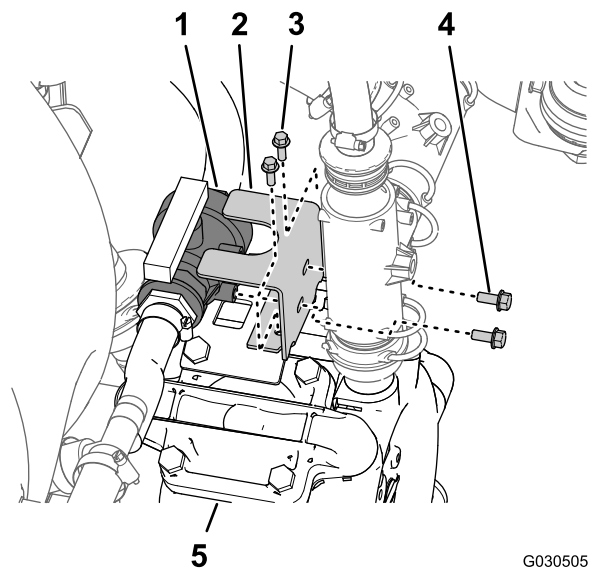

图 67
5. 在打药泵的顶部卸下将球阀固定至球阀支架上的 2 个凸缘头螺栓 5/16 x 3/4 英寸 图 67。
6. 卸下将阀门支架固定至泵顶部的安装支架上的 2 个凸缘头螺栓 1/4 x 3/4 英寸 图 67。